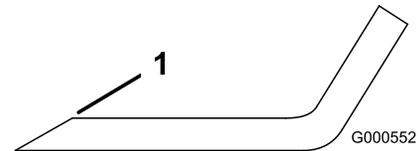

Figura 46
1. Utilice una lima para afilar el filo de corte en ambos extremos de la cuchilla (Figura 46).
Nota: Si la cuchilla no está equilibrada, rebaje algo del metal en la parte de la vela solamente con una lima (Figura 46).